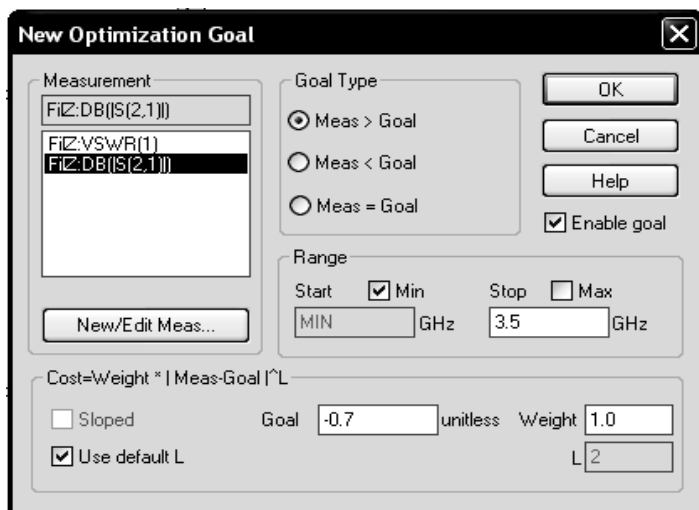

Рис.1.86
4. Откройте окно графика **LdB**. Щёлкните правой кнопкой мышки по группе **Optimizer Goals** в левом окне проекта и выберите **Add Opt Coal**. Сначала добавим цель оптимизации по ослаблению в нижней полосе пропускания. В открывшемся окне (рис. 1.86) в области **Measurement** отметьте имя схемы и оптимизируемую величину **FilZ:DB(|S(2,1)|)**, Отметьте **Meas>Goal**, снимите “галочку” в **Max** и введите **3.5** в поле **Stop**, введите **-0.7** поле **Goal** и нажмите **OK**.